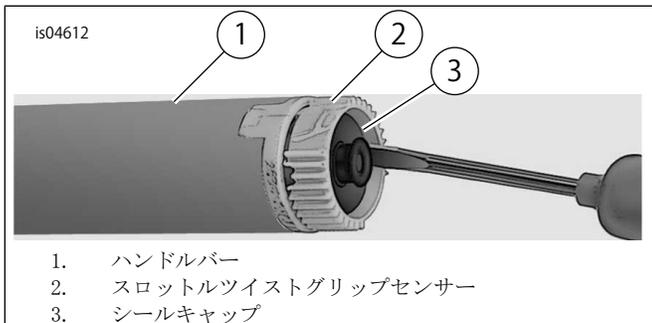

図1。シールキャップの取り外し
- ・ 「図1」を参照。小さいスクリュードライバーか、刃が水平なツールをシールキャップの片方の水平部分に挿入します。